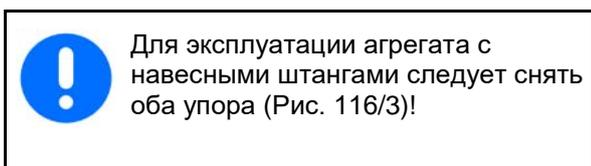

Рис. 120
- Система штанг **Super-L** Рис. 120/...
- (1) Бак
- (2) Регулировочный винт со шлицевой головкой
- (3) Компрессор